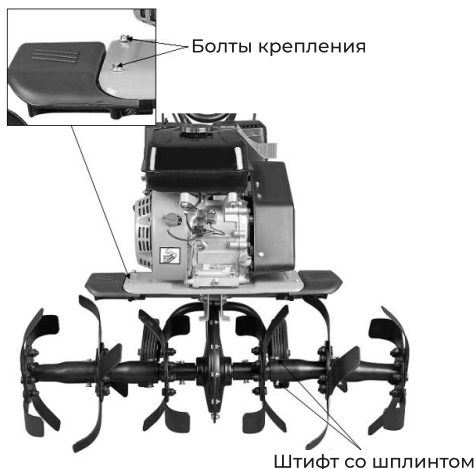

Рис. 3
- Установите фрезы, как показано на рис. 3, используя штифты и шплинты из комплекта.
- Установите правое и левое крыло, используя болты из комплекта крепежа рис. 3.